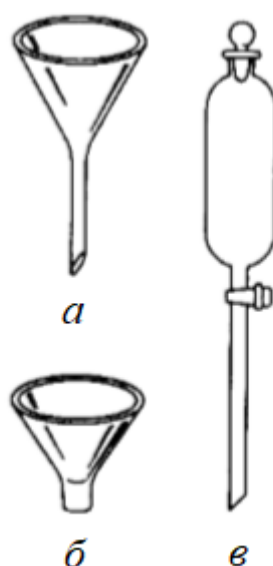

Рис. 5 – Воронки стеклянные: а – с длинной ножкой, б – с короткой широкой ножкой, в – делительная воронка.
*Воронки стеклянные* (рис. 5) простые с длинной ножкой (а) служат для переливания жидкостей и фильтрования, а воронки с короткой широкой ножкой (б) – для пересыпания порошкообразных веществ. При необходимости разделения несмешивающихся жидкостей используют делительные воронки (в), которые представляют собой толстостенные цилиндры, на короткой ножке которых расположен кран. Верхняя часть воронки закрывается пробкой.